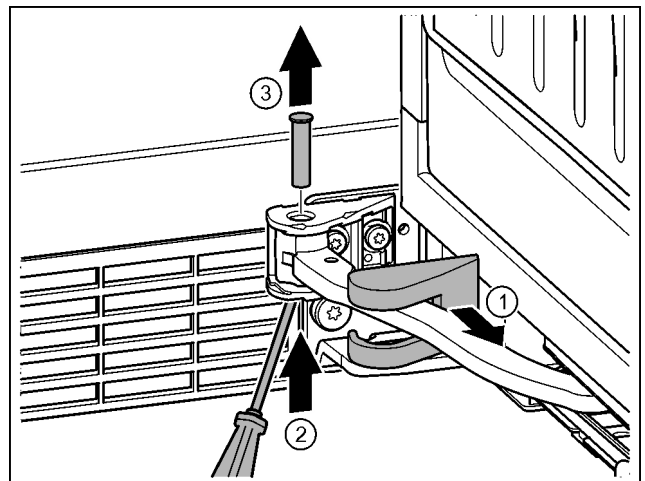

Fig. 15
- Retire la cubierta del soporte de cojinete y desplácela a lo largo de la articulación. Fig. 15 (1)
- Levante el perno desde abajo con el dedo o un destornillador. Fig. 15 (2)
- Desplácelo con un destornillador por debajo de la cabeza del perno y extráigalo. Fig. 15 (3)